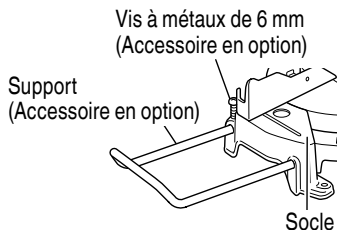

Fig. 17
- Comme l'indique la Fig. 17, installer le support dans les trous sur le côté du socle et l'attacher avec une vis à métaux de 6 mm (Accessoire en option).